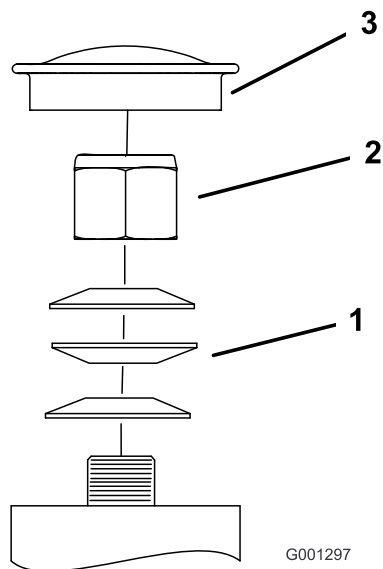

Figura 67
3. Togliete il coperchietto antipolvere dalla ruota orientabile e serrate il dado di bloccaggio (Figura 67).
4. Serrate il dado di bloccaggio finché le rondelle elastiche non sono piatte, quindi allentate di un quarto di giro per mettere a punto il precarico sui cuscinetti (Figura 67).
- Importante:** Verificate che le rondelle elastiche siano correttamente montate, come riportato nella Figura 67.
5. Montate il coperchietto antipolvere (Figura 67).